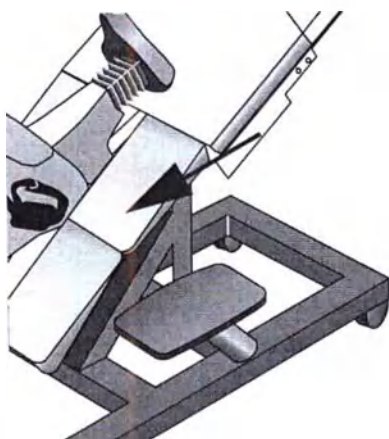

Рис. 4-8. Опора для ног
- Снимите опору для ног, если она мешает подъему пациента (рис. 4-8).